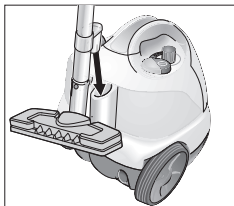

Fig. 8: Posição de estacionamento
- Durante as pausas curtas de trabalho o tubo de extensão com o bocal montado pode ser colocado na posição de estacionamento (ver fig. 8).